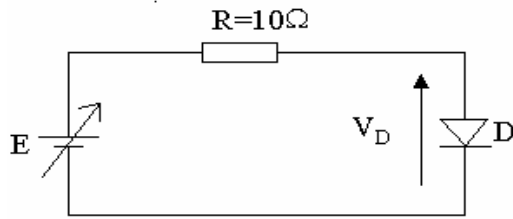

Figure 4
1. Réaliser le montage de la figure 4 :